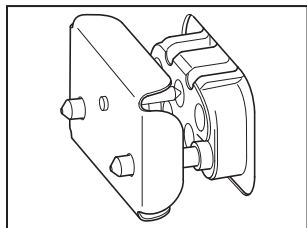

Fig. 1
- Laissez la plaque à induction refroidir avant de la retirer si elle a besoin d'être nettoyée. Lorsque la plaque à induction est retirée du four, assurez-vous d'utiliser le cache-prise fourni pour empêcher les impuretés de pénétrer dans la prise électrique (Fig. 1).